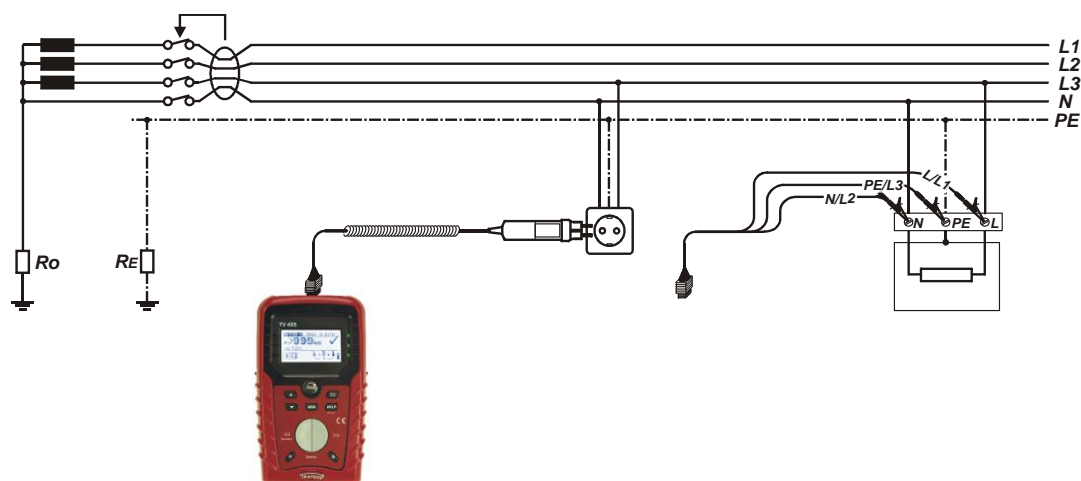

Figura 5.17: Collegamento del commutatore a spina e del puntale a 3 fili
- **Collegare** i puntali all'elemento da testare (vedere figura 5.17).
- ❑ **Collegare** i puntali all'elemento da testare (vedere figura 5.17).
<ul style="list-style-type: none"> <li><input type="checkbox"/> Selezionare la funzione RCD con il selettore di funzione.</li> <li><input type="checkbox"/> Impostare la sottofunzione AUTO.</li> <li><input type="checkbox"/> Impostare i parametri del test (se necessario).</li> <li><input type="checkbox"/> Collegare il cavo di prova allo strumento.</li> <li><input type="checkbox"/> Collegare i puntali all'elemento da testare (vedere figura 5.17).</li> <li><input type="checkbox"/> Premere il tasto TEST per eseguire il test.</li> </ul>	<p>Inizio del test</p>